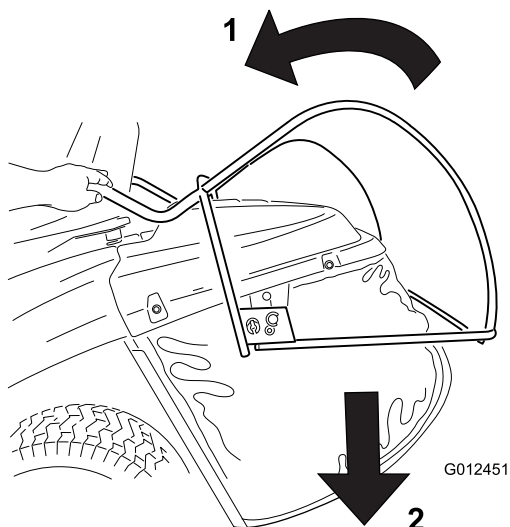

Figure 16
- Tirez le levier de vidage du bac à herbe en avant pour incliner le bac (Figure 16).